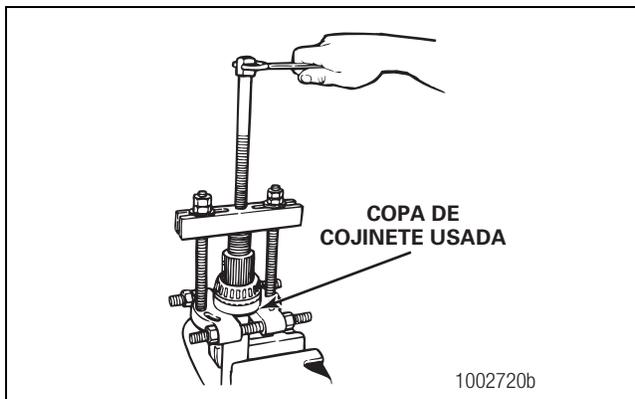

**Figura 3.14**
2. Coloque la flecha de salida en una prensa. Figura 3.14. La copa de cojinete usada soporta a la flecha de salida.